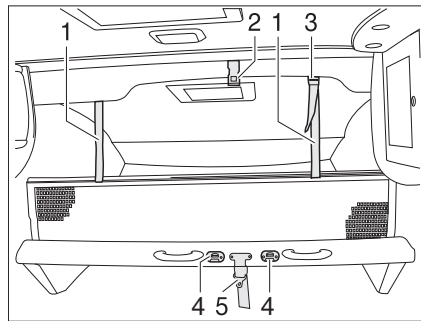

Fig. 91 Cama elevada
- Soltar el cinturón de retención (Fig. 91,5) del techo (Fig. 91,2).
- Asegurar la cama elevada con el cinturón de retención (Fig. 91,5) al techo (Fig. 91,2).
- Enganchar la escalera de ascenso a las grapas (Fig. 91,4) de la cama elevada con los dos ganchos.
- Engatillar las cintas de sujeción (Fig. 91,1) en los soportes (Fig. 91,3) en el techo.